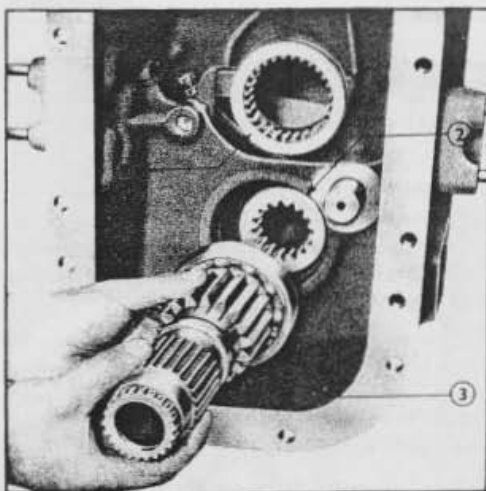

Fig. 27 = Depose de l'Arbre de train inferieur
3. Retirer l'ensemble arbre de train inferieur et roulement arrière (voir Fig.27).